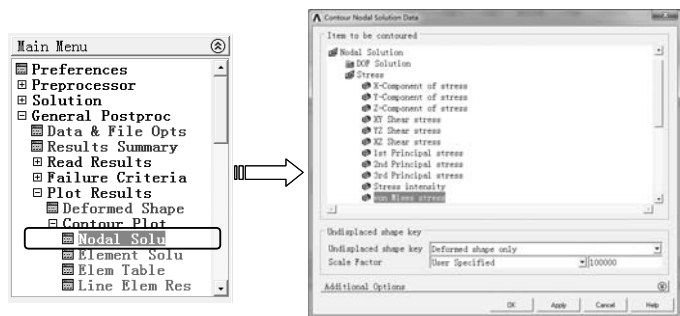

图 9-126 启动绘制应力等值线命令
3) 选择“Main Menu>General Postproc>Plot Results>Contour Plot>Nodal Solu”命令，弹出“Contour Nodal Solution Data”对话框，选中“von Mises stress”选项，如图 9-126 所示。